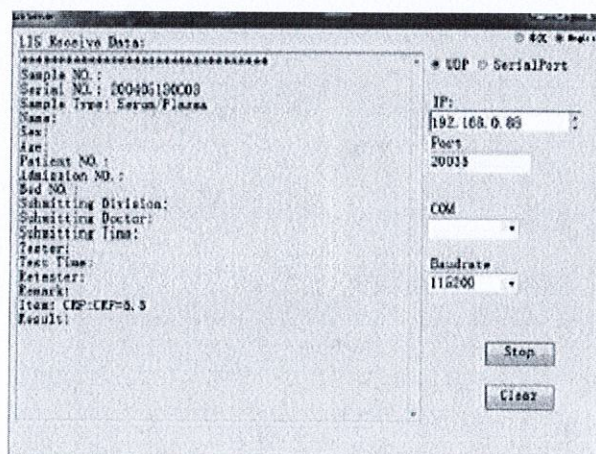

Рис. 6.13
- (7) Вернитесь в меню настройки IP-адреса, нажмите "OK", чтобы подтвердить настройку IP.
(8) Запустите ReceiveFromCRPTemp.exe. Прибор будет автоматически отправлять результаты теста на подключенный компьютер каждый раз после завершения теста. На рис. 6.13 показан пример того, как ПК получает результат теста CRP от Finecare™ FIA Meter Plus.